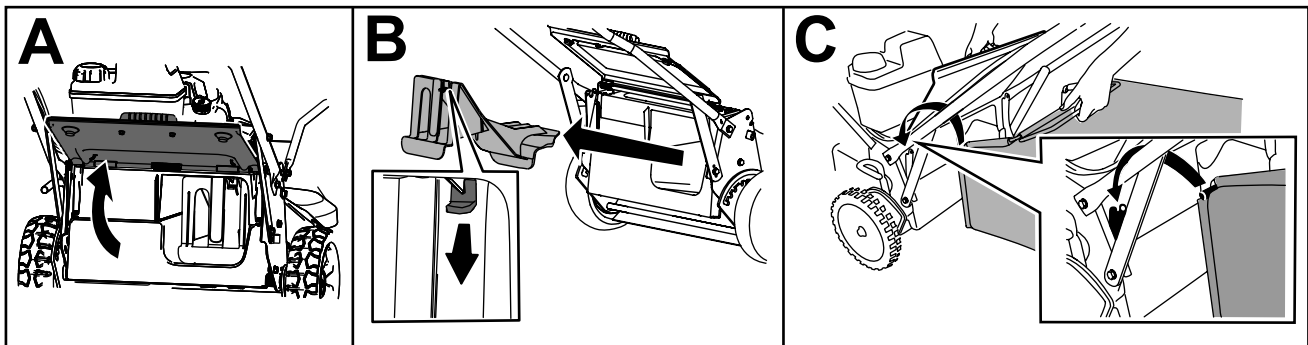

Bild 20
1. Heben Sie das hintere Ablenkblech an und halten Sie es hoch (A in Bild 20).
2. Drücken Sie zum Entfernen der Heckauswurfklappe den Riegel mit dem Daumen nach unten und ziehen die Klappe aus der Maschine (B in Bild 20).
3. Setzen Sie die Fangkorbstange in die Kerben an der Unterseite des Holms ein und bewegen den Fangkorb nach vorne und hinten, um sicherzustellen, dass die Stange richtig in den Kerben sitzt (C in Bild 20).